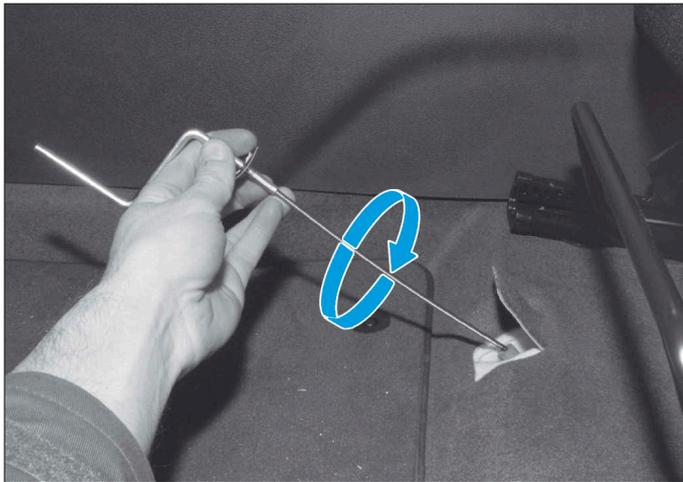

FIG. 33
- Déposer le bouchon pour introduire la manivelle (fournit dans l'outillage de bord) dans le tube de déverrouillage (Fig.33).